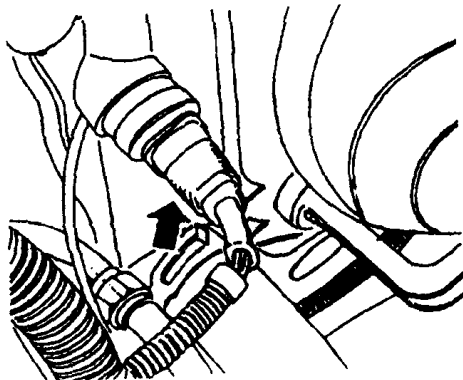

图 1-11 拔下散热器左侧的热敏开关接头
(8) 拔下散热器左侧的热敏开关接头, 如图 1-11 所示。